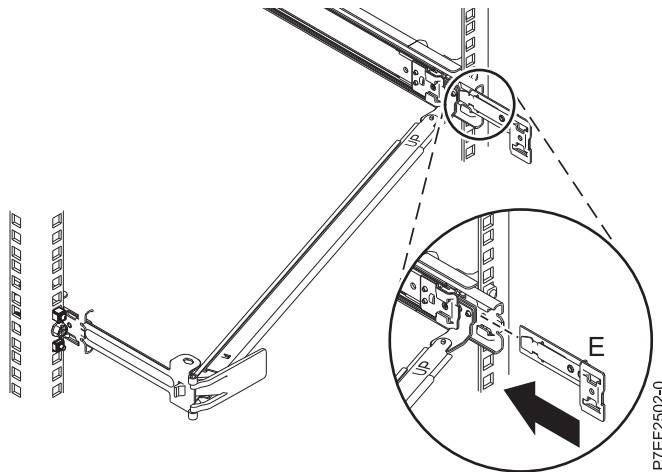

Figura 13. Instalación de la pieza de extensión en el riel deslizante
5. Deslice la abrazadera de extensión (**E**) en el riel deslizante derecho hasta que la patilla accionada por resorte quede encajada en su sitio. Para conocer detalles, consulte la Figura 13.